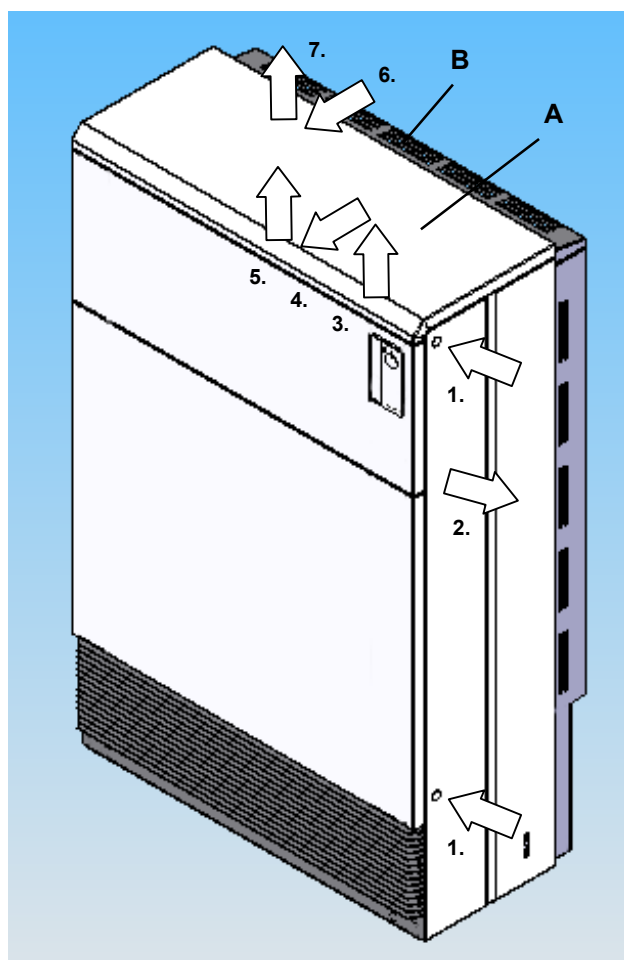

fig.2 Ouverture de l'accumulateur
- Ouverture de l'accumulateur (fig.2):
3. Soulevez le couvercle (A) d'environ 10cm vers l'avant.
6. Tirez la partie arrière supérieure (B) vers l'avant.